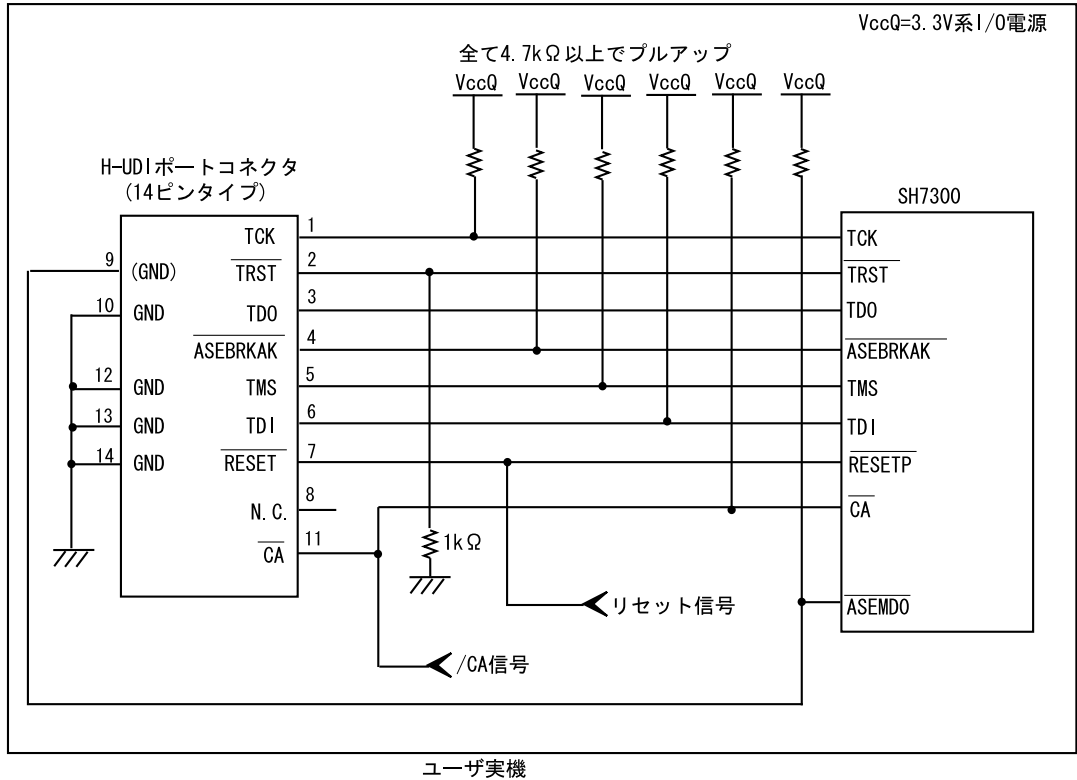

図 1.6 E10A-USB 使用時の H-UDI ポートコネクタ - チップ間の推奨接続例
E10A-USBエミュレータ使用時のH-UDIポートコネクタ(14ピンタイプ)とチップ間の推奨接続例を図 1.5、図 1.6 に示します。
9. E10A-USB エミュレータのスイッチ(SW2=0, SW3=0 側)を切り替えることにより 11pin を /CA 端子として使用することができます。本設定では、UVCC 端子にユーザ電源を供給できませんので、ユーザインタフェースの I/O 電圧は 3.3V 固定となります。このとき、8pin は N.C.(オープン)としてください。(図 1.6 参照)
- 図 1.6 推奨接続例で回路を組んだ場合の E10A-USB エミュレータのスイッチ設定: SW2=0, SW3=0